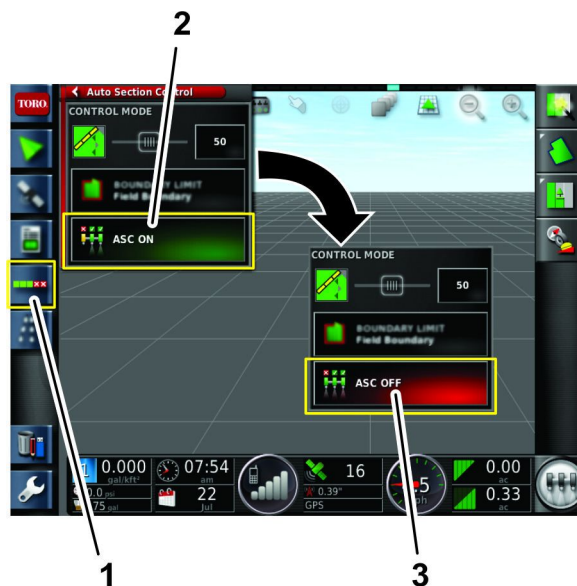

Figura 176
1. Aprite l'icona ASC (Auto-section controller, controller automatico della sezione (Figura 176).
2. Premete l'icona ASC impostandola su OFF (Figura 176).